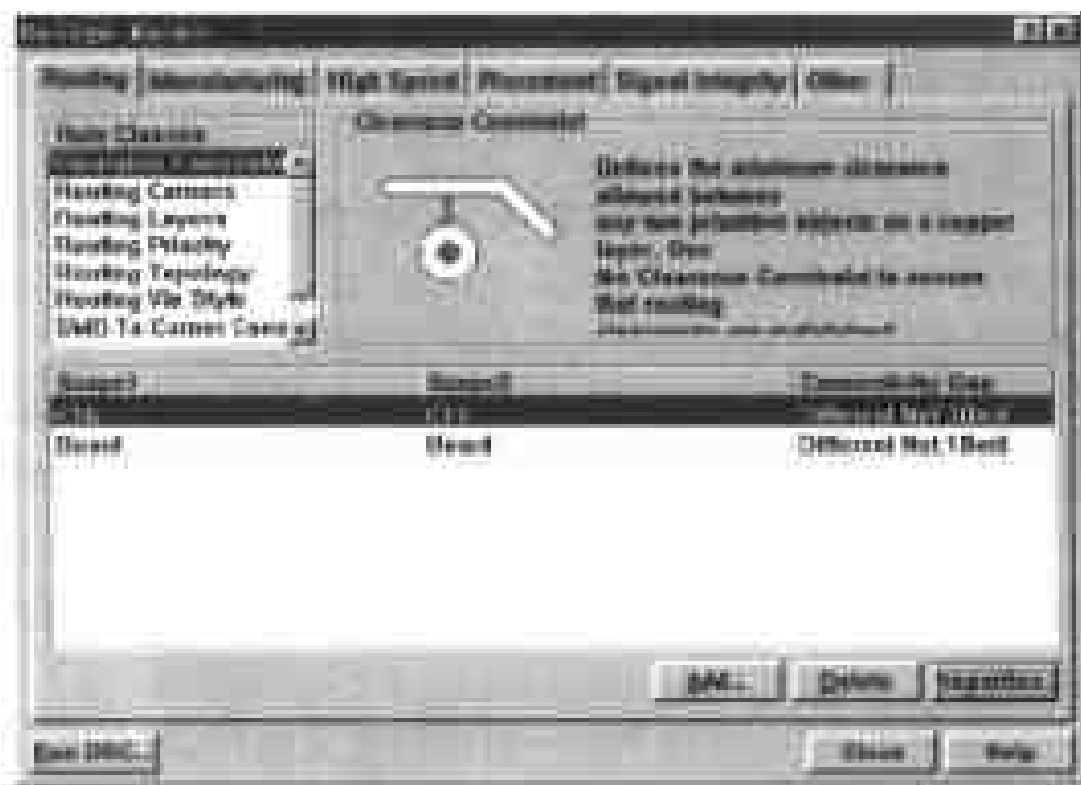

图 9-3 新定义的安全间距规则显示在对话框中
(7) 设置好此对话框中的所有选项后,单击 OK 命令按钮,返回如图 9-1 所示的对话框,得到如图 9-3 所示的效果,这样就完成了新的最小安全间距设计规则的定义。
注意：如果用户想要删除某条设计规则，只需要在图 9-3 所示的对话框的方框中单击要删除的设计规则，然后单击 Delete 命令按钮即可。如果用户想要重新编辑设计规则，只需要在对话框的方框中选中设计规则，然后单击 Properties 命令按钮，即可在弹出的对话框中重新设置这条规则。